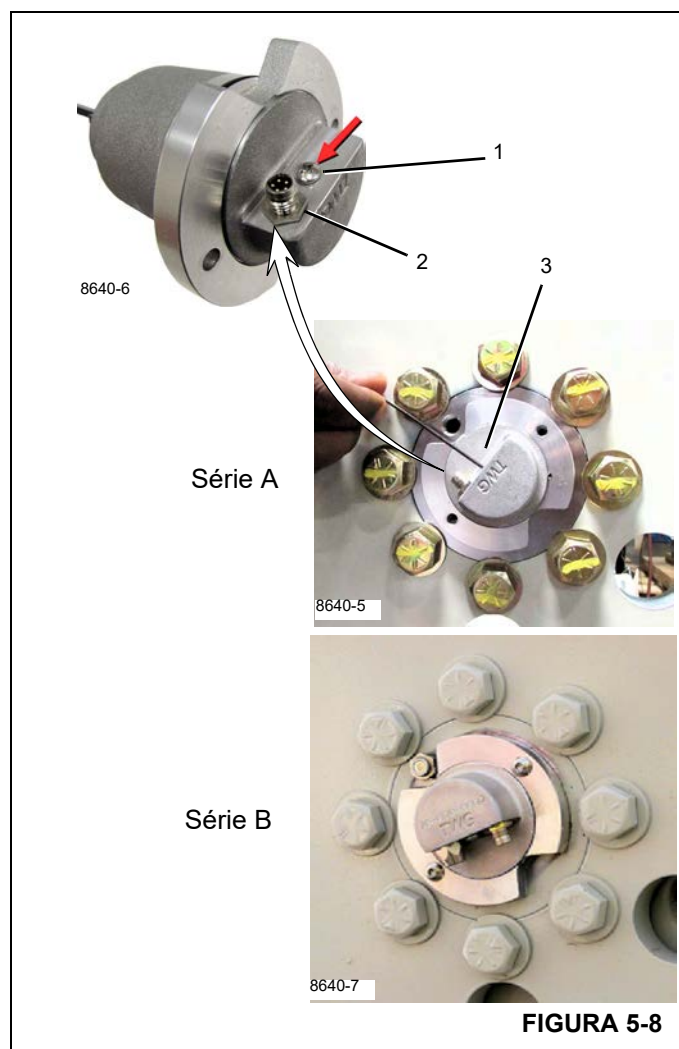

FIGURA 5-8
2. Remova a alimentação do MWI desconectando o cabo do DRI (2, Figura 5-8).
3. Remova o parafuso da tampa selada do botão de programação do HMS (Sistema de monitoramento do guincho) (1, Figura 5-8) no DRI.
4. Pressione e segure suavemente o botão de programação (3, Figura 5-8) e ligue novamente a alimentação do MWI reconectando o cabo do DRI.
NOTA: Manter o botão pressionado por mais de 15 segundos coloca o HMS no Modo de transporte para as unidades da Série A. (Consulte a Figura 5-8). Consulte Modo de transporte para obter mais informações.
NOTA: Se o parafuso de programação (1, Figura 5-8) não for substituído, a operação do MWI pode ser afetada.
3. Remova o parafuso da tampa do botão de programação (1, Figura 5-8).